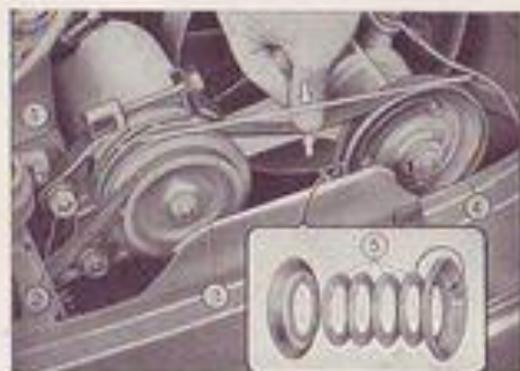

Fig. 26. — Tensado de las correas mando ventilador, dinamo y bomba de agua.
**Correa mando dinamo:** aflojar las dos tuercas (fig. 26, 2) que fijan el soporte; hacer girar el soporte hacia el exterior hasta obtener una tensión normal de la correa. Atornillar las tuercas.
**Correa mando bomba agua y ventilador:** aflojar las tres tuercas que fijan la polea al buje; quitar la semipolea posterior y desplazar al exterior de la misma uno o dos de los suplementos que forman la garganta de la polea (fig. 26, 5); de esta forma, la garganta se encoge y la correa se dispone en su periferia, tensándose.